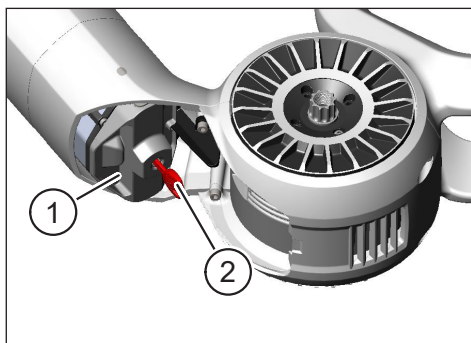

Fig. 11: Déverrouiller le verrou de batterie
- ▶ Déverrouillez le verrou de la batterie (pos. 1 dans Fig. 11), en tournant la clé dans le sens des aiguilles d'une montre jusqu'en butée (pos. 2 dans Fig. 11).